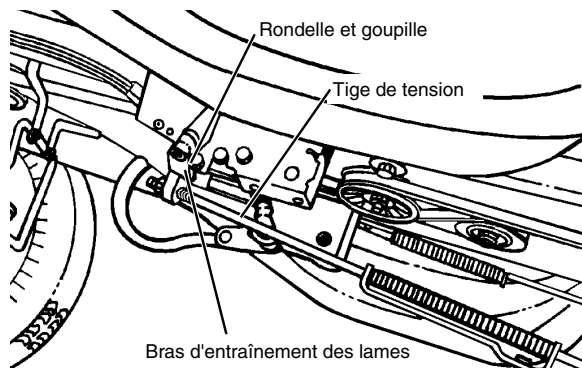
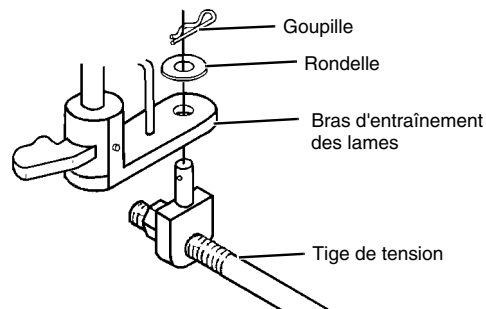

FIGURE 35
FIGURE 36
- Retirer la goupille et la rondelle retenant la tige de tension sur le bras d'entraînement des lames (voir FIGURE 35 et FIGURE 36).
- Fixer la tige de tension sur le bras d'entraînement des lames au-dessous du tracteur avec une rondelle et une goupille (voir FIGURE 36).